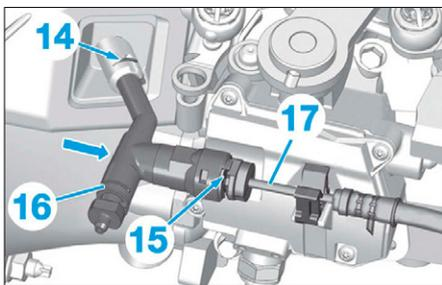

FIG. 8
- Dégrafer les clips (14) et (15) (Fig.8).
- Déposer la vis de purge (16) du cylindre récepteur.
- Débrancher la canalisation hydraulique (17) du cylindre récepteur.
- Obturer la canalisation (17) à l'aide d'un bouchon de propreté.